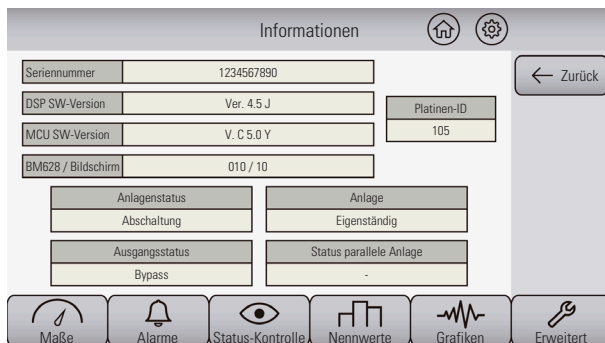

Abb. 11. Informationsbildschirm.
Die Schaltfläche „Steckplatz“ ermöglicht die Auswahl dieses Kommunikationskanals, um seine Präferenzen zu ändern, falls verfügbar. Die verfügbaren Variablen sind die gleichen wie die, die in Abb. 11 für den „Port 0“ dargestellt sind.
- Port 0** Die Schaltfläche „Port 0“ ermöglicht, diesen Kommunikationskanal auszuwählen, um seine Präferenzen zu ändern, indem die Varianten der fünf Parameter gewechselt werden oder nicht (siehe Abb. 11).